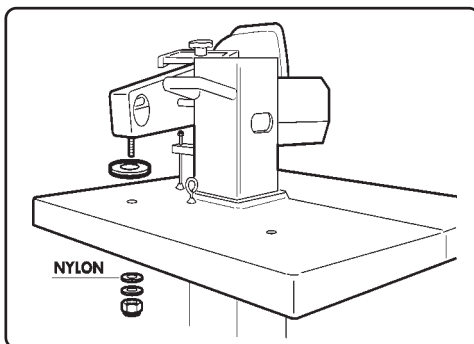

Fig. 11
- Sæt en af de to styrestænger fast på chassiset med en selvblokerende møtrik (Fig. 11).